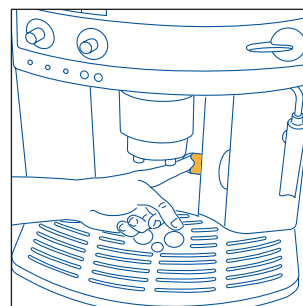
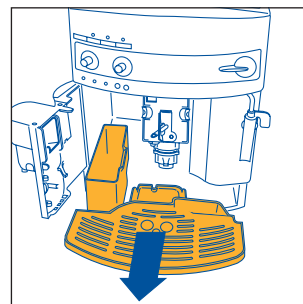

Рис. 15
Рис. 16
ПРИМЕЧАНИЕ 7: кофеварка подсчитывает количество чашек воды, которые были приготовлены. Каждые 14 маленьких чашек (или 7 больших) ☹ загорается индикатор (гл. 12, пункт 3), предупреждая, что кассета для кофейной гущи заполнена и ее необходимо вытряхнуть и прочистить. До очистки кассеты для гущи лампа остается горячей, а кофеварка больше не готовит кофе. Для того, чтобы произвести очистку, откройте дверцу для обслуживания, расположенную в передней части, потянув за специальную ручку, рис. 15; загорится мигающий индикатор ☹, см. пар.12, п. 9, затем извлеките ванночку для сбора воды, рис. 16, слейте и очистите ее.
- откройте дверцу для обслуживания, рис. 15;
- извлеките ванночку для сбора воды и кассету для гуши, рис. 16 и промойте их;